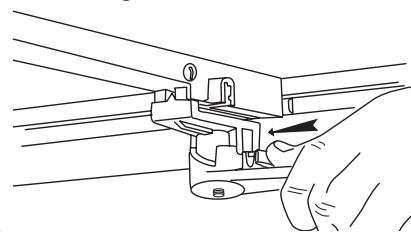

FIGURA 4
6. Sólo las abrazaderas delanteras tienen características de bloqueo. Con la manija enganchada (posición con abrazaderas), empuje la lengüeta de bloqueo en la manija para engancharla. Consulte la Figura 4.